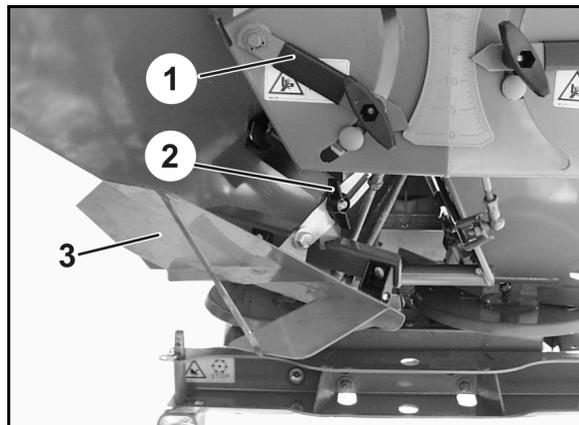
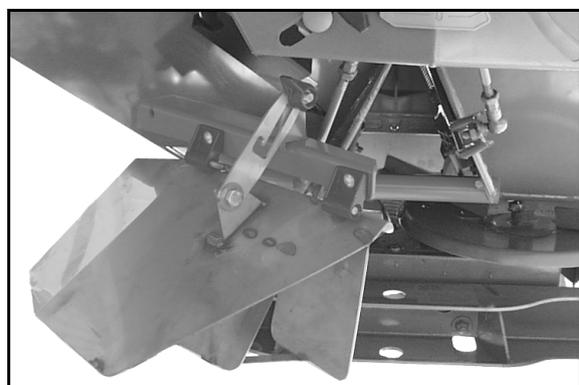

図 82
図 83
- 左側のシャッター (図 82/1) を閉じます。
2. 蝶ナット (図 82/2) を外します。
3. 境界散布デフレクター (図 82/3) は運転停止位置から下側の運転位置 (図 83) へ回転させます。
4. 蝶ナット (図 82/2) を締め付けます。